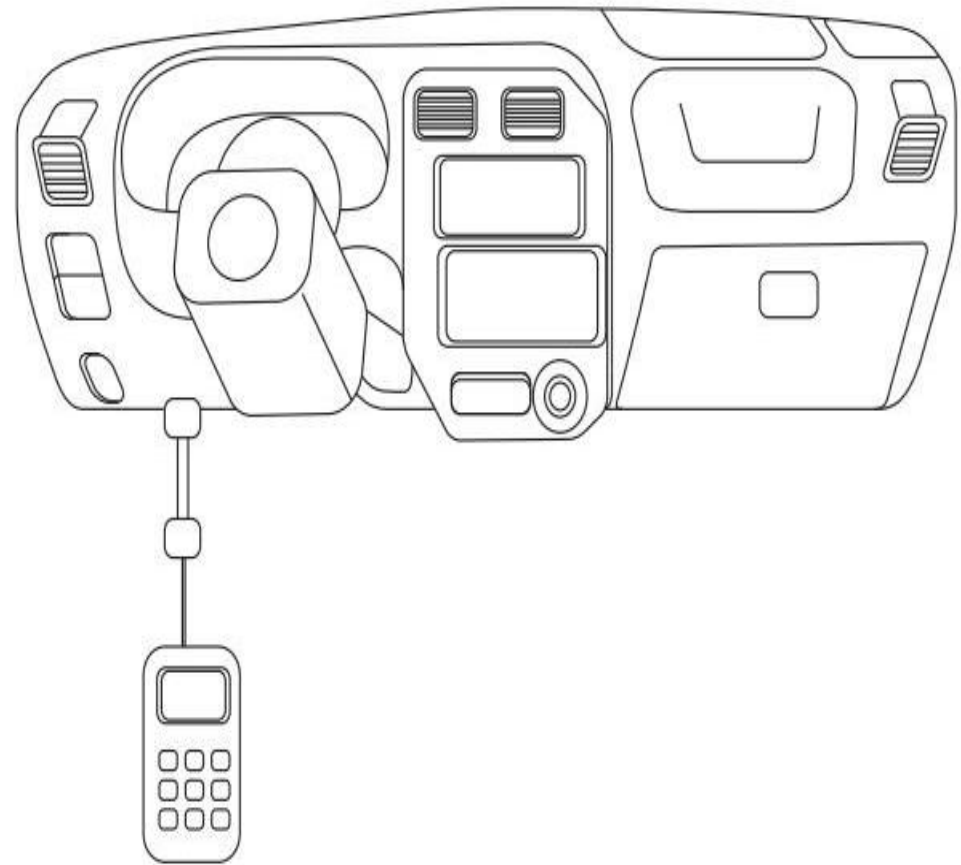

图1-17 诊断仪与OBD-Ⅱ接口相连
(1) 打开车门，安装车内防护用品，连接诊断仪与车辆诊断接口OBD-Ⅱ接口，如图1-17所示。现代汽车诊断接口均为OBD-Ⅱ，通常位于驾驶舱脚踏板上方。